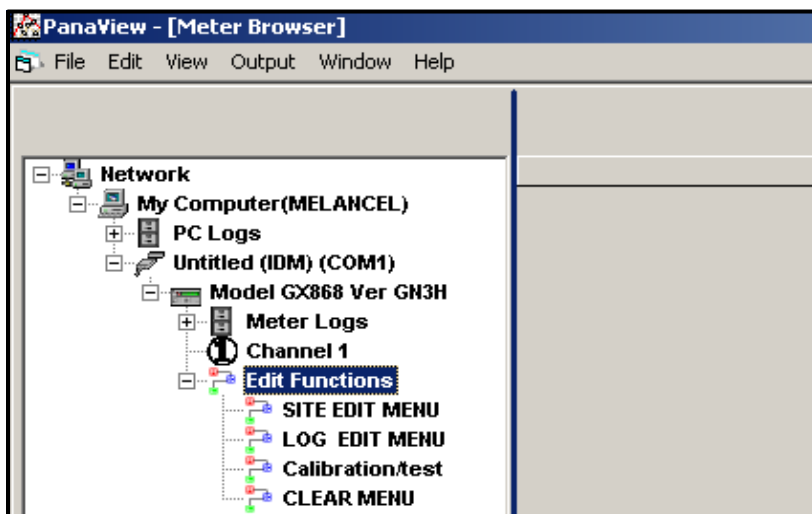

Рисунок 36: Дерево расходомера с пунктом *Edit Functions* (Редактирование функций)
4. Из дерева расходомера разверните пункт *Edit Functions* (Редактирование функций). Окно теперь имеет вид, показанный на рис.36, с перечнем доступных меню. Указанные в перечне меню соответствуют конфигурации расходомера.